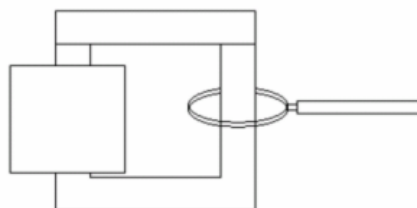

Fig. 1: Représentation graphique d'un four à induction
- Montage de l'expérience suivant la figure 1.